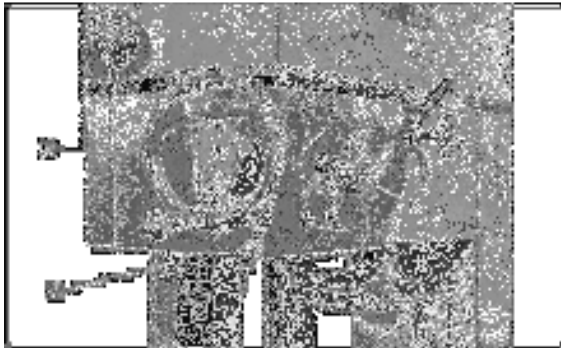

Рис. 32: регулировка направляющей стойки
См. Рис. 32.
2. Ослабьте ручку фиксации направляющей стойки (Рис. 32, А) и поднимите или опустите стойку путем вращения маховика (Рис. 32, В).
3. Расположите узел направляющих так, чтобы расстояние между нижней частью направляющих подшипников и обрабатываемым материалом составляло около 5 мм. Или просто опускайте направляющую стойку до тех пор, пока указатель шкалы (Рис. 32, С) не покажет высоту заготовки. Это обеспечит минимальный зазор между заготовкой и направляющими подшипниками, что максимально снизит отклонение пильного полотна, а также повысит безопасность оператора.
4. Затяните ручку фиксации направляющей стойки (Рис. 32, А).
4. Ослабьте запорный рычаг (Рис. 32, А) и поднимите направляющую стойку в верхнее положение.
6. Если направляющая стойка ходит вверх и вниз не по прямой (пильное полотно отклоняется, когда направляющая стойка поднята), слегка ослабьте четыре винта (Рис. 32, D).
7. Выравнивание вправо/влево осуществляется путем совместной регулировки четырех винтов (Рис. 32, D); выравнивание вперед/назад осуществляется с помощью регулировочных винтов (Рис. 32, E).
8. По завершении регулировки плотно затяните винты (Рис. 32, D).